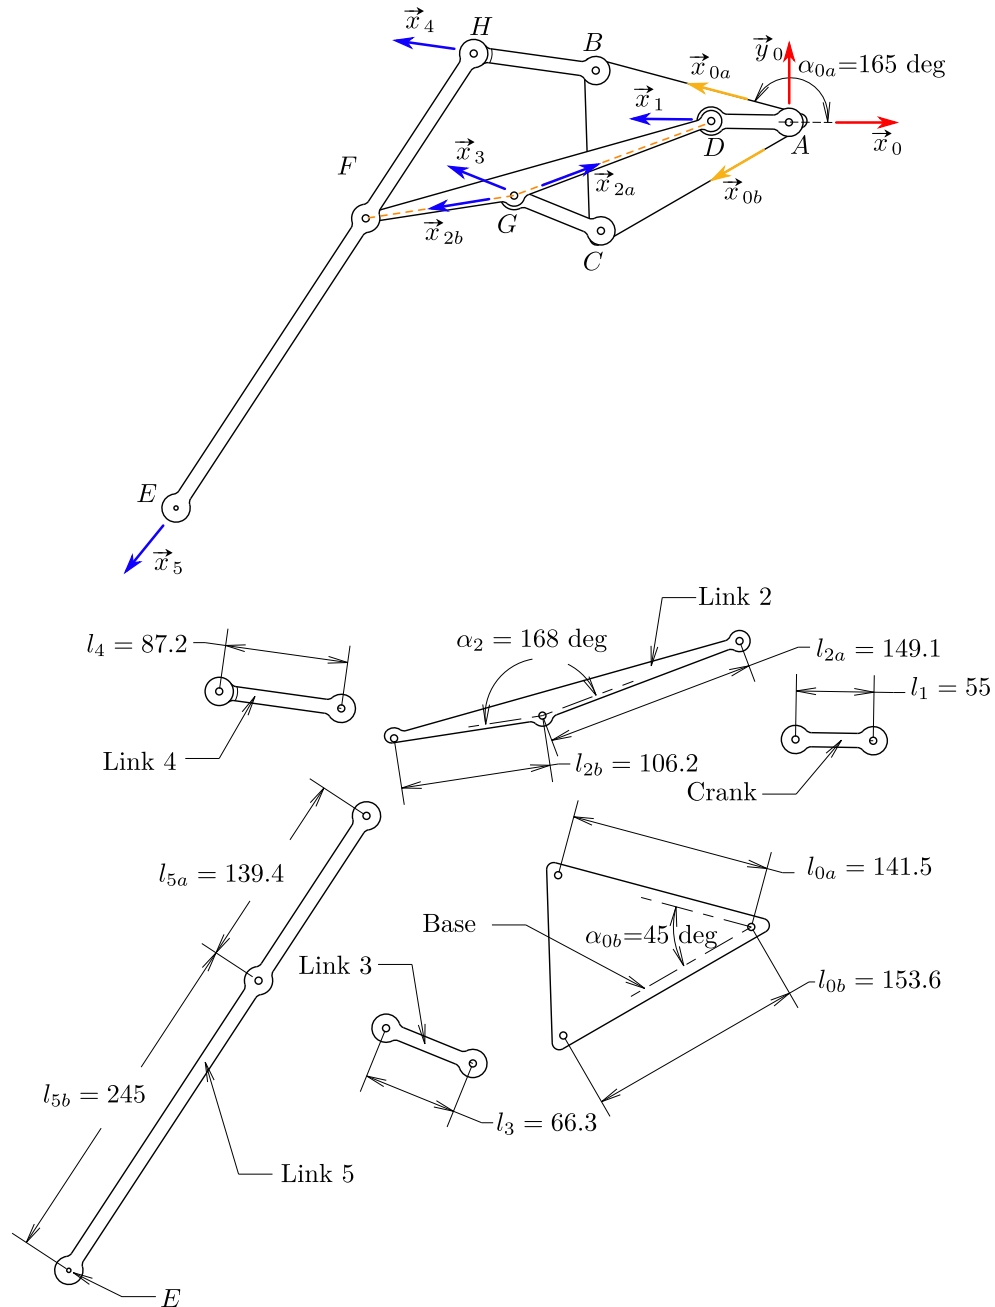

FIGURE 3 – Mécanisme pour la locomotion à pattes.
On considère le mécanisme représenté sur la figure 3. Ce mécanisme peut servir de base à la réalisation pratique d'une patte de robot marcheur. Il ne comporte que des liaisons de révolution. La pièce d'entrée **Crank** est mise en rotation à une vitesse constante de  $\omega = 1$  tr/s ce qui entraîne la pièce **Link 5** dans un mouvement particulier. Le but de l'étude est de construire le modèle permettant d'évaluer **la loi de mouvement** de ce mécanisme de jambe en observant particulièrement l'extrémité  $E$  de la pièce 5. La modélisation sera menée dans le but de programmer la fonction de résolution numérique de ce mécanisme par la méthode de Newton-Raphson.
**NB** : les valeurs numériques de longueurs de la figure 3 sont données en mm.
1. Partant d'une configuration initiale dans laquelle le mécanisme est **démonté**, écrire le codage de l'algorithme précédent qui va calculer la position du mécanisme **assemblé**. La configuration initiale choisie sera estimée à partir de la figure 3.